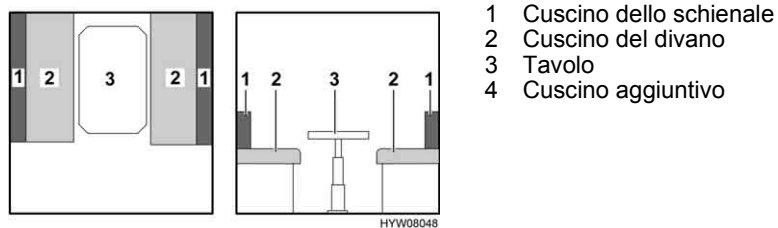

Fig. 60 Prima della trasformazione
- Collocare i cuscini dello schienale (Fig. 60,1) sotto il tavolo.